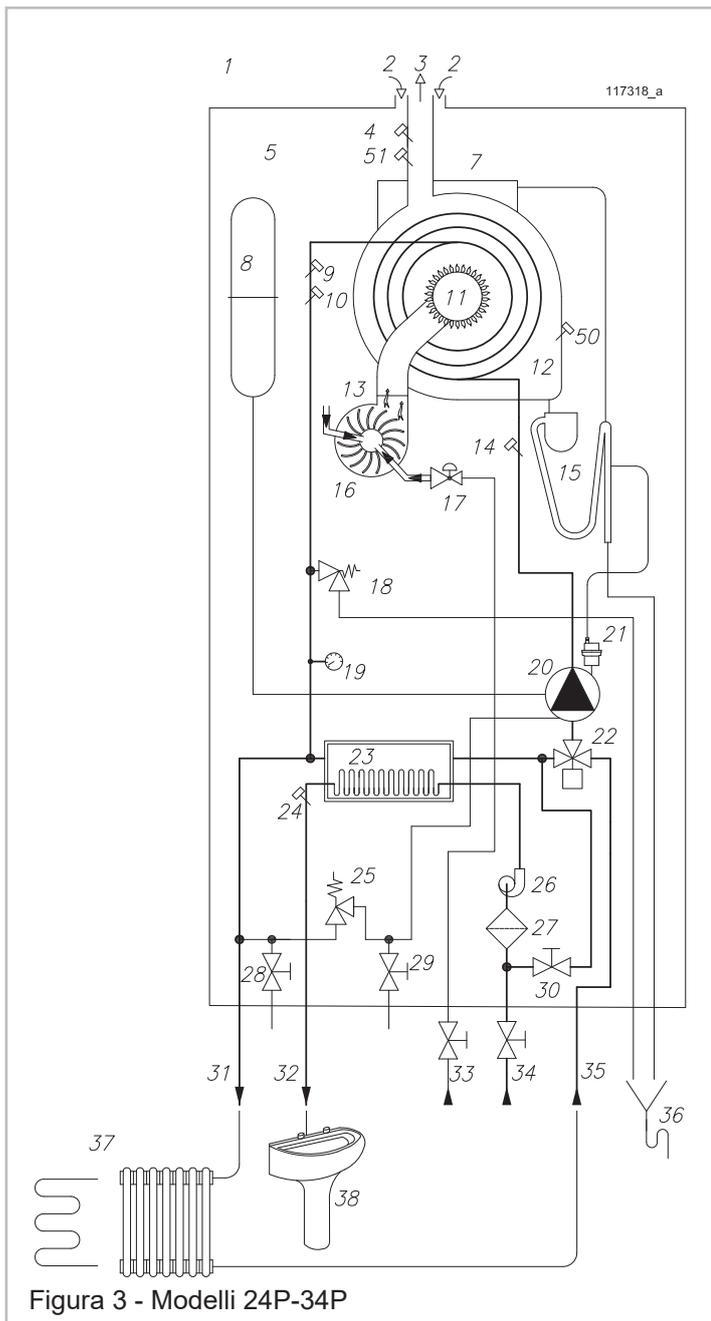

Figura 3 - Modelli 24P-34P
**“P”** Con questo apparecchio si può realizzare un impianto per la produzione di acqua calda sanitaria istantanea ed un impianto di riscaldamento con gli elementi riscaldanti funzionanti a temperatura compresa fra 30°C e 80°C. Un esempio di questa tipologia di impianto è esemplificato in Figura 3.